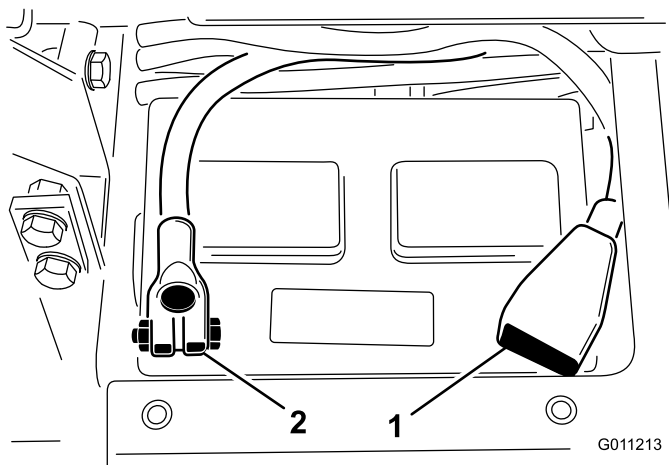

Figura 5
8. Instale o cabo positivo (vermelho) no terminal positivo (+) e o cabo negativo (negro) no terminal negativo (-) da bateria e fixe-os com os parafusos e as porcas (Figura 5). Certifique-se de que o terminal positivo (+) se encontra corretamente colocado no pólo e de que o cabo se encontra corretamente encaixado na bateria. O cabo não deverá estar em contacto com a cobertura da bateria.